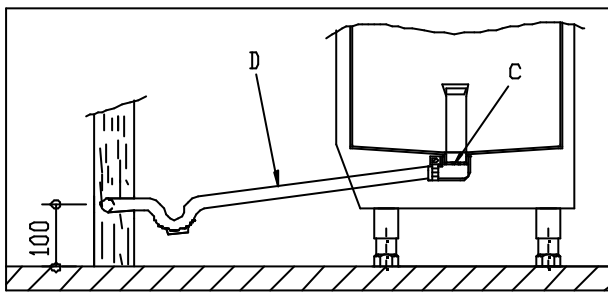

Fig. 5
- Fijar la manguera de desagüe como se indica en la Fig.5.